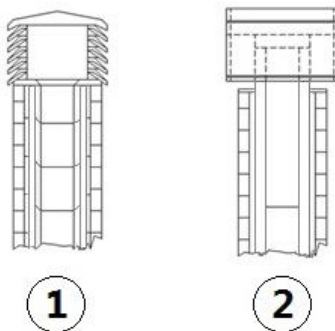

Fig. 4 - Chapéus antivento
- Recomenda-se um chapéu antivento, ver **Fig. 4 pág. 26**.
- Conduto de evacuação de fumos externo realizado exclusivamente com tubos inox isolados, isto é, com dupla parede de no mínimo Ø150 mm: estrutura bem fixada à parede. Com chapéu antivento (ver Fig. 4 pág. 26).